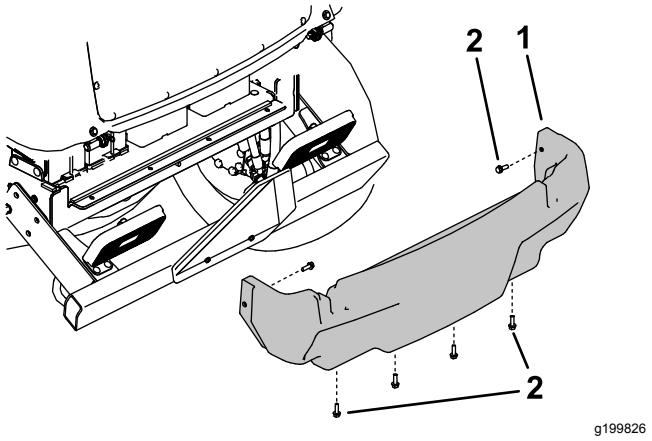

Figura 102
- Retire os 6 parafusos flangeados que prendem o resguardo traseiro à estrutura e retire o resguardo traseiro (Figura 102).
4. Instale o resguardo traseiro (Figura 102).